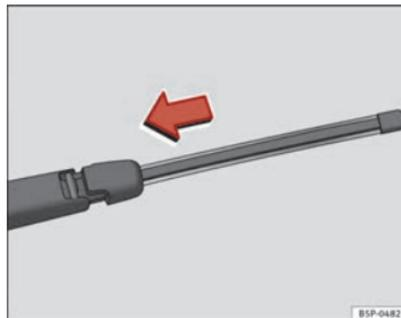

Fig. 170 Collocare la spazzola tergilunotto ▶
- Posizionare la spazzola come indicato nella figura ⇒ fig. 170 e scorrere l'adattatore fino a quando non si incastra.